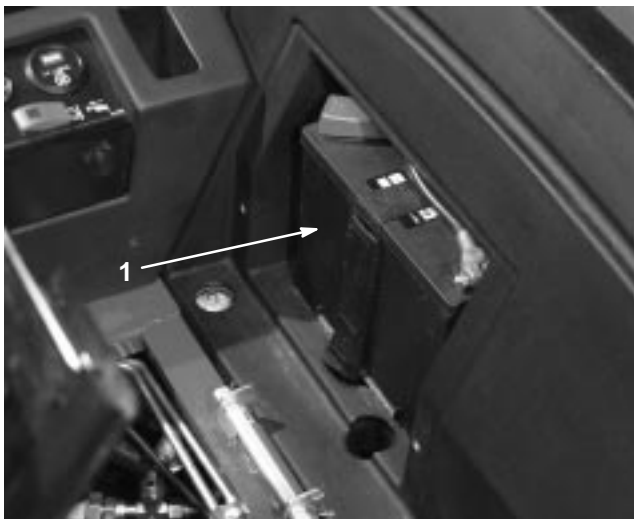

Bild 72
- Entfernen Sie die Verschlussdeckel von der Batterie (Bild 72) und füllen jede Zelle langsam mit Säure, bis sie soeben die Platten bedeckt.